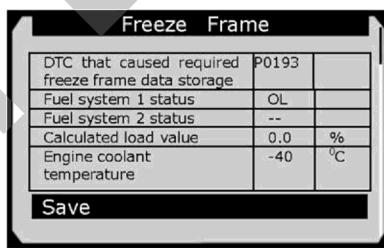

Рисунок 5-19
- 3) Если полученная информация занимает несколько страниц, используйте **кнопку прокрутки вниз**, чтобы просмотреть все данные. См. рисунок 5-19.